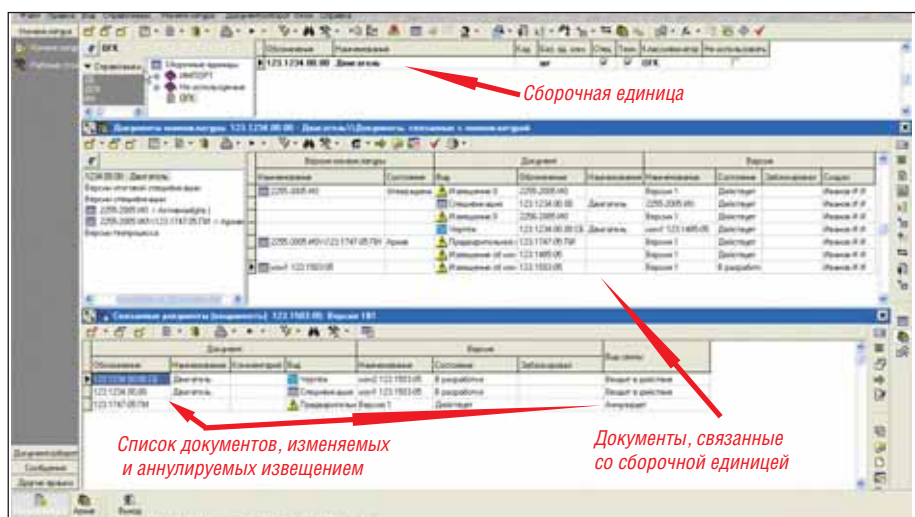

Рис. 14. Документы, связанные с извещением
- возможность доступа ко всем документам, изменяемым и аннулируемым данным извещением (рис. 14);